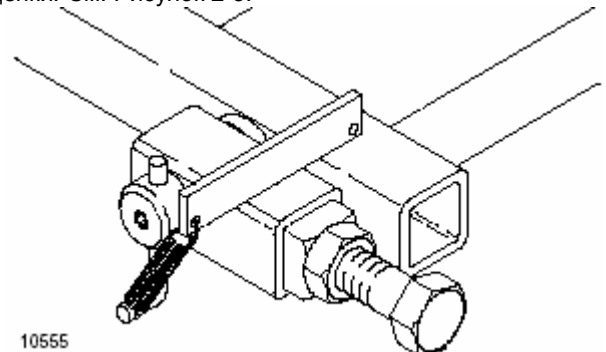

Рисунок 2-3
При сеянии на крутых склонах или при транспортировке необходимо блокировать трубки блокировки поворота. Для этого выполните поворот, чтобы трубки расположились горизонтально относительно рамы сцепки. См. Рисунок 2-3.
7. Заблокируйте трубки блокировки поворота для транспортировки. Расположите трубки так, чтобы они находились горизонтально относительно рамы сцепки. См. Рисунок 2-3.
8. Выньте фиксирующий желоб из положения для хранения (1). Установите фиксирующий желоб поверх выдвинутого штока цилиндра хвостовика.